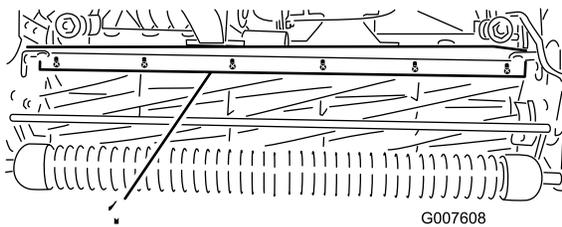

図 56
1. バー (図 56) をカッティングユニットに固定しているネジをゆるめる。